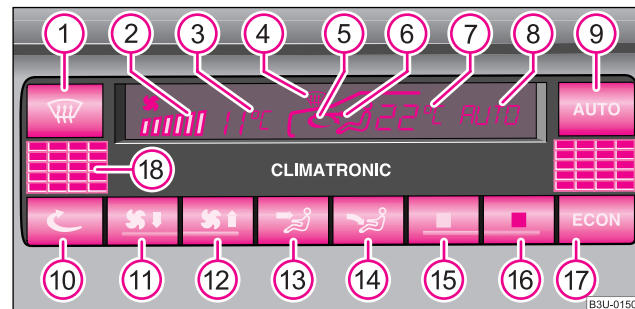

Fig. 103 Climatronic: Elementele de comandă
Mențineți apăsată tasta **(ECON)** ♥ pagina 110, fig. 103 și acționați tasta **(AUTO)**. Pe display se afișează unitatea de măsură a temperaturii.
- Apăsați tasta  sau  ♥ pagina 110, fig. 103 până când se reglează temperatura dorită.
Numărul liniuțelor de pe display  ♥ pagina 110, fig. 103 indică treapta ventilatorului.